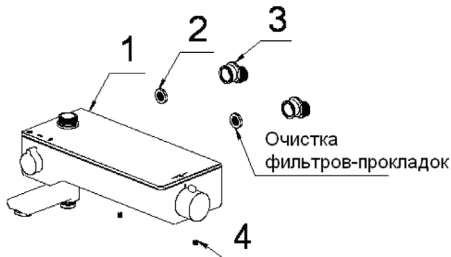

Рис. 12
5. Пожалуйста, очищайте фильтры – прокладки от осадка в соответствии с нижеследующим, если поток воды стал меньше или не регулируется температура воды (рис.12):